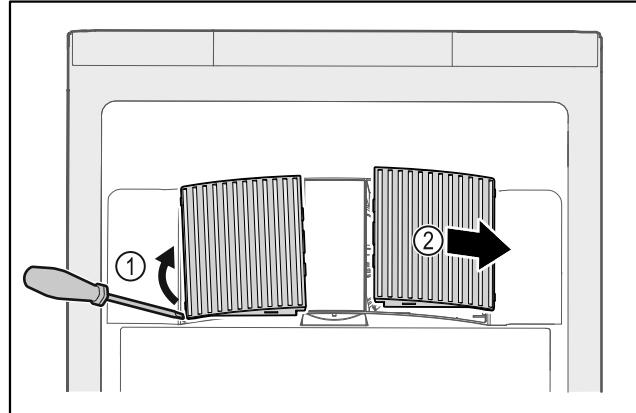

Fig. 201
- Ventiliatoriaus uždangalus atsargiai nukelkite iš šono Fig. 201 (1) ir nuimkite į priekį Fig. 201 (2).